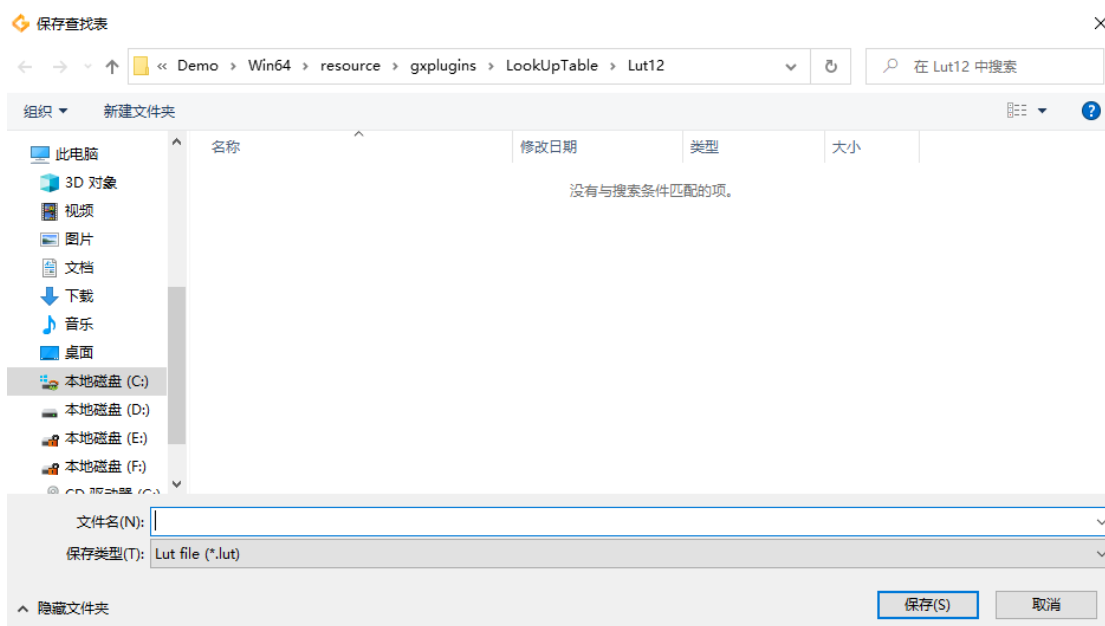

图 9-9 LUT 保存到文件
- 1) 选择“LUT 保存到文件”中时，可以将当前的 LUT 查找表数据保存到本次文件中，保存的文件包含两种格式.lut 和.csv，如图 9-9 所示。